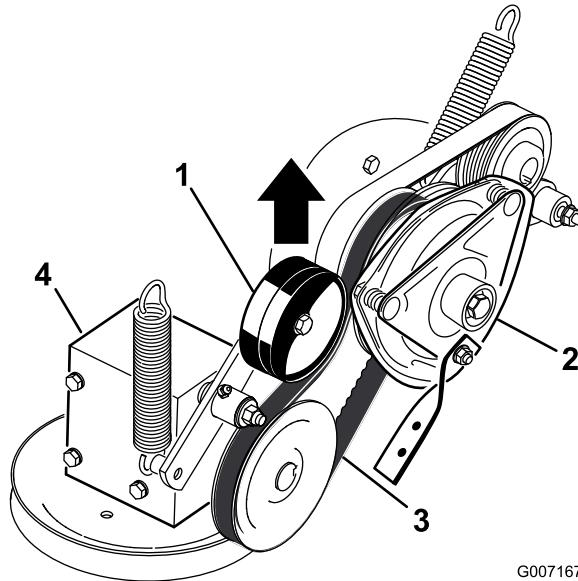

Bild 75
5. Ziehen Sie an der gefederten Spannscheibe für den Zapfwellentreibriemen und nehmen Sie die Riemen von der Kupplungsscheibe ab (Bild 75).
17. Ziehen Sie an der gefederten Spannscheibe für den Zapfwellentreibriemen und befestigen Sie diese an der Kupplungsscheibe (Bild 75).